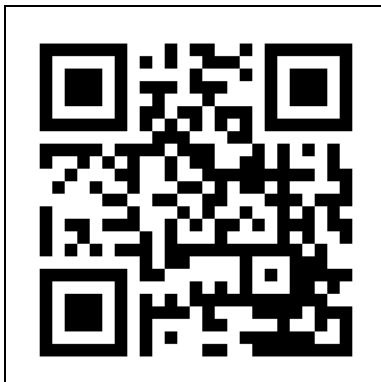

Figure 13
1. Ouvrez le manuel de l'application Eurom Smart avec le code QR (Figure 13) ou allez sur [www.eurom.nl/nl/manuals](http://www.eurom.nl/nl/manuals).